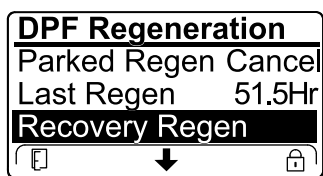

Рисунок 60
- Если компьютер двигателя не запрашивал восстановительную регенерацию, а вы перешли вниз к опции RECOVERY REGEN (ВОССТАНОВИТЕЛЬНАЯ РЕГЕНЕРАЦИЯ), восстановительная регенерация будет заблокирована и в нижнем правом углу дисплея инфо-центра появится значок «Замок» (Рисунок 60).